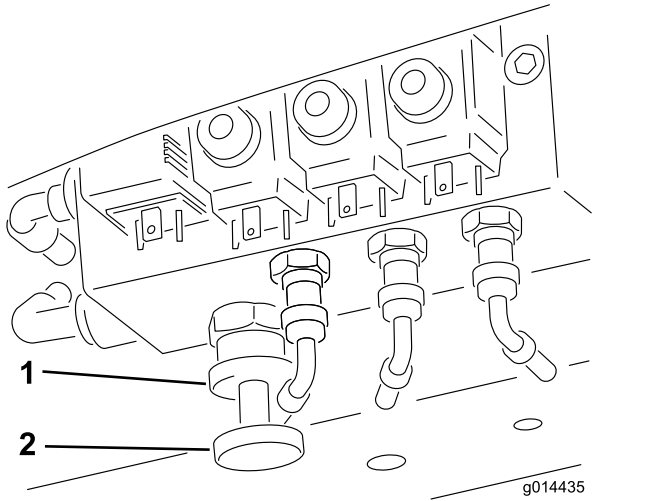

Figure 36
Pour engager le transfert de poids : L'ampleur du transfert de poids peut être réglée en fonction des conditions d'utilisation, en faisant tourner le volant de transfert de poids (Figure 36) comme suit :
1. Desserrez le contre-écrou de la vanne de 1/2 tour dans le sens antihoraire et maintenez-le dans cette position (Figure 36).
2. Tournez le volant (Figure 36) dans le sens antihoraire pour réduire le transfert de poids ou dans le sens horaire pour l'augmenter.